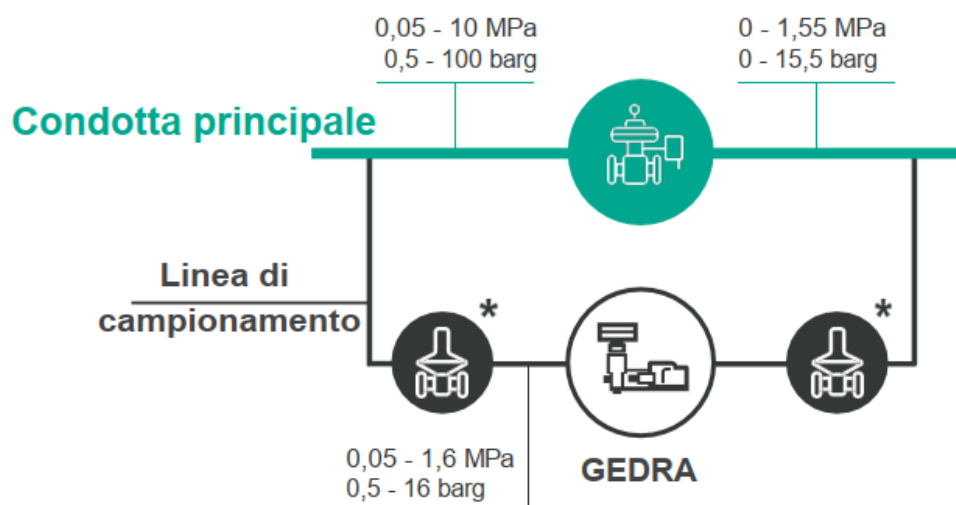

Fig. 4.8. Configurazione Tipo 1
- Tipo 1: applicabile dove esiste un salto di pressione dovuto alla presenza di un regolatore di pressione. Questa configurazione permette la iniezione di nuovo il gas in linea dopo essere stato analizzato (Fig. 4.8)